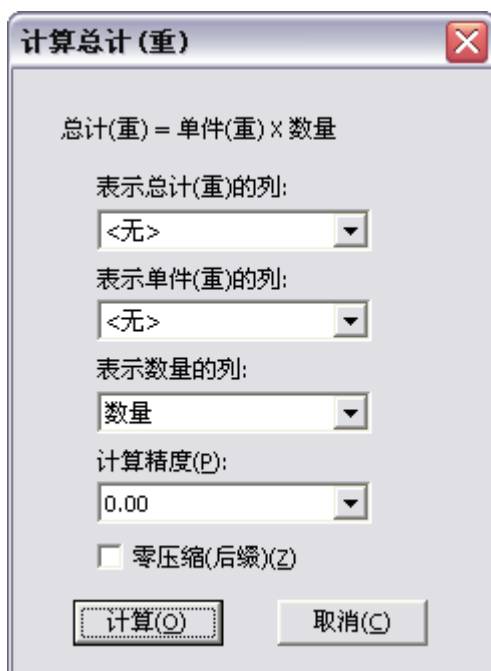

图 5-22 计算总重设置对话框
- 4) 计算总重：单击【计算总计（重）】弹出如图 5-22 所示的对话框。